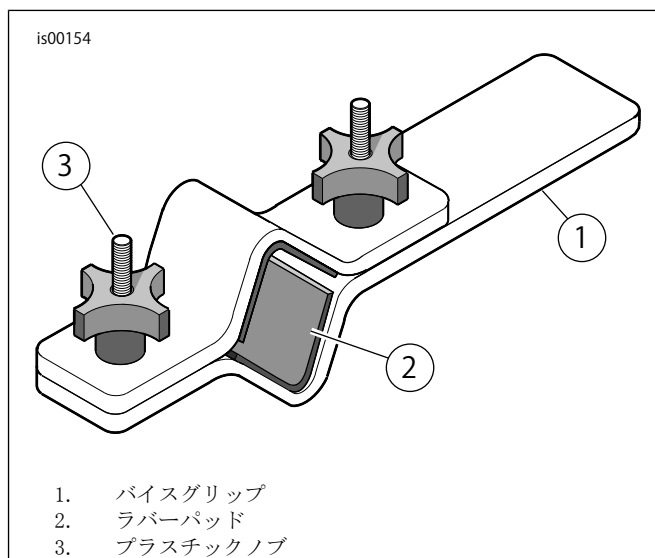

図1. フォークチューブホルダー(HD-41177)
3. 「図1」を参照してください。次のようにフォークチューブホルダー(HD-41177)にフォークを取り付けます: